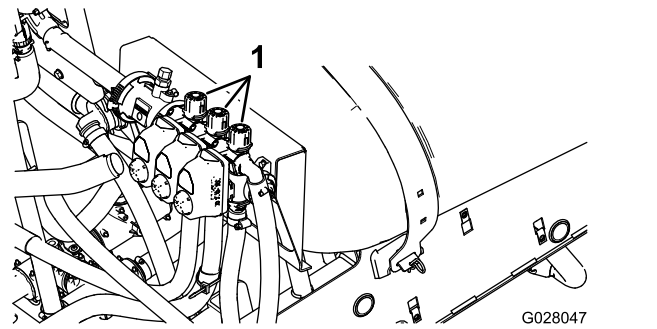

図 86
4. 右ブームバイパスバルブ 図 86 を使って、先ほどと同じ水圧一般的には 2.75 bar = 2.8 kg/cm2 = 40 psi に調整する。
6. 中央ブームバイパスバルブ 図 86 を使って、先ほどと同じ水圧一般的には 2.75 bar = 2.8 kg/cm2 = 40 psi に調整する。
2. 左ブームをOFFにし、ブームバイパスバルブ 図 86 を使って、先ほどと同じ水圧一般的には 2.75 bar = 2.8 kg/cm2 = 40 psi に調整する。